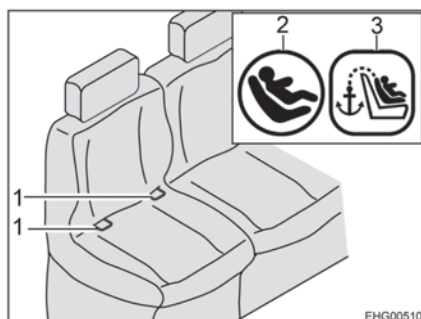
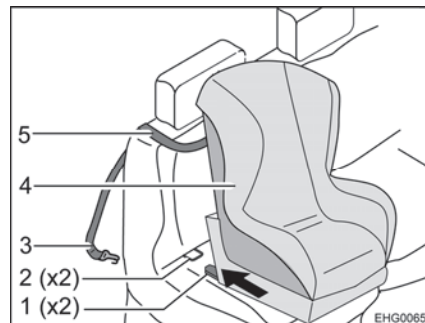

Bild 12 Stol med Isofix
Bild 13 Fastsättning med övre hållrem
- För det övre hållremsskärp (Bild 13,5) över ryggdynan (mellan nackstöd och säkerhetsbältets omstyrning).
- Haka fast fästkroarna (Bild 13,3) på förankringspunkten på baksidan av nackstödet på fordonssitsen.
- Låt låsarm (Bild 13,1) i fästbygel (Bild 12,1 och Bild 13,2) klicka på plats. Ett tydligt klickande ljud ska höras.
- Kontrollera med ett kraftigt ryck om barnstolen (Bild 13,4) sitter fast.